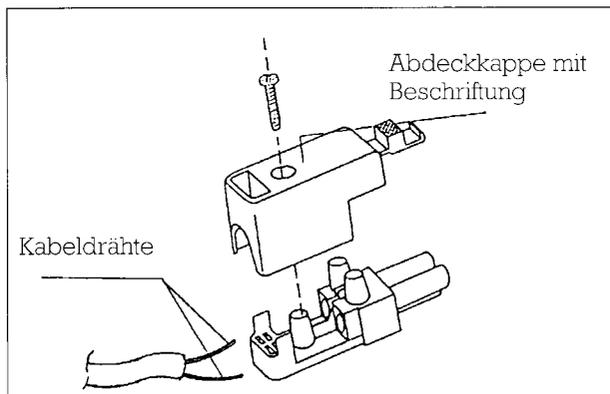

Abb. 5 Beispiel Steckerteil mit losgeschraubter Abdeckkappe.
- Das aufgesteckte Stecker- oder Buchsenteil abnehmen und die Abdeckkappe losschrauben (Abb.5)